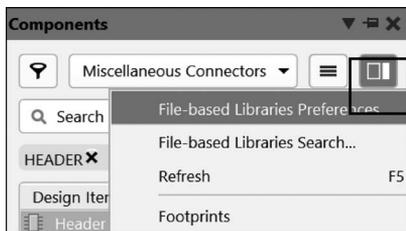
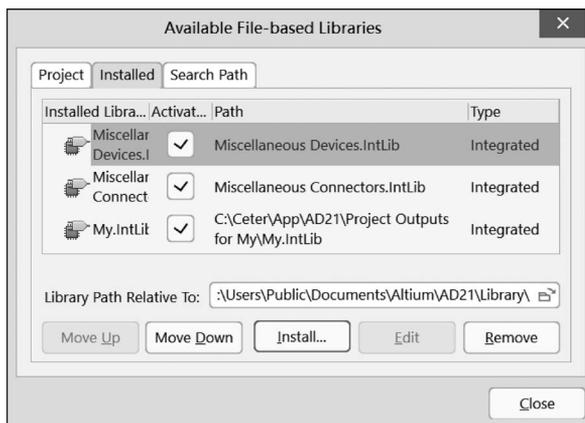

图 3-75 添加集成库
图 3-76 安装集成库
(6) 加载库文件。电路图是由元件连接而成的,元件是通过原理图库进行分类管理。Altium Designer 22 默认安装的集成库 (Miscellaneous Devices, IntLib 和 Miscellaneous Connectors, IntLib) 用户可以直接使用,用户绘制的集成库加载安装后才能使用。单击 Components 面板图 3-75 所示框中的按钮后,选择 File-based Libraries Preferences 后弹出如图 3-76 所示的对话框,选择文档路径后,单击 Install 按钮即可安装集成库文件。